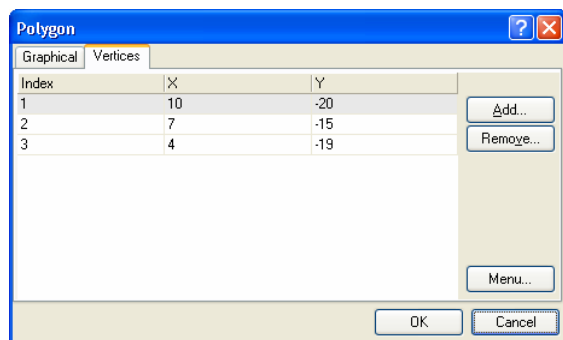

図 5 矢印の先端の座標が正しいか確認するには、座標情報を使用してください。
6. 矢印の先は、閉じたポリゴンで作成します。 **Place » Polygon**[ショートカット **P, Y**], を選択します。または、**Place Polygon**  ツールバー ボタン (**Utilities** ツールバー) をクリックします。ポリゴンを配置する前に、**TAB** キーを押して **Polygon** ダイアログで属性を設定します。 **Border Width** を **Smallest** に設定し、**Draw Solid** を有効にします。そして、fill と border 色を同じ色 (基準色 229) に設定して **OK** をクリック、しダイアログを閉じます。三角形の各頂点を定義し、右クリックして終了します。右クリックか、**ESC** を押してポリゴンの配置モードを終了します。図 5 は、ポリゴンの頂点の座標を示します。